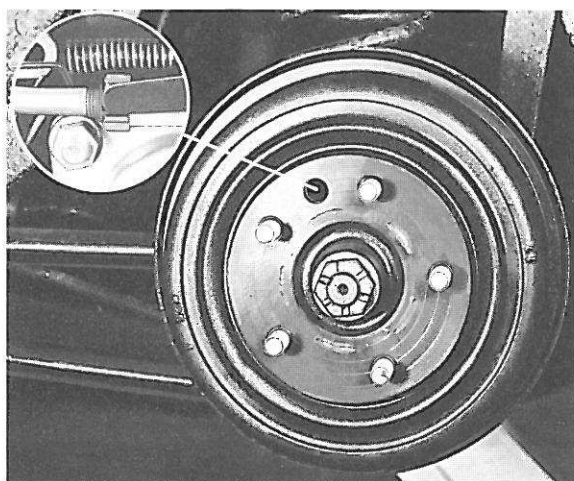

Figure 33. Position de bras de réglage
2. Tourner la roue et serrer le frein en même temps, en tournant la vis de réglage dans le sens d'horloge avec une clé SVO 2548, voir figure 33. Arrêter de tourner cette vis au moment où l'on arrive juste à tourner la roue avec une main. Desserrer ensuite de 4 crans et faire un contrôle pour s'assurer que le tambour de frein arrive à tourner avec facilité avec la vis de réglage en position de blocage.
Ces freins sont munis de dispositif d'auto-réglage et ne doivent être réglés que chaque fois qu'ils ont été désassemblés. Après le remontage du tambour, régler la distance entre ce dernier et les garnitures en serrant avec précaution le frein plusieurs fois de suite tout en tournant la roue dans les deux sens. Pour les freins à deux circuits B 20, le serrage doit se faire avec le frein de stationnement et le réglage se fait ensuite par l'orifice du tambour de frein pour s'assurer que la partie inférieure du bras de réglage se trouve juste en face de l'écrou de réglage, voir figure 33.